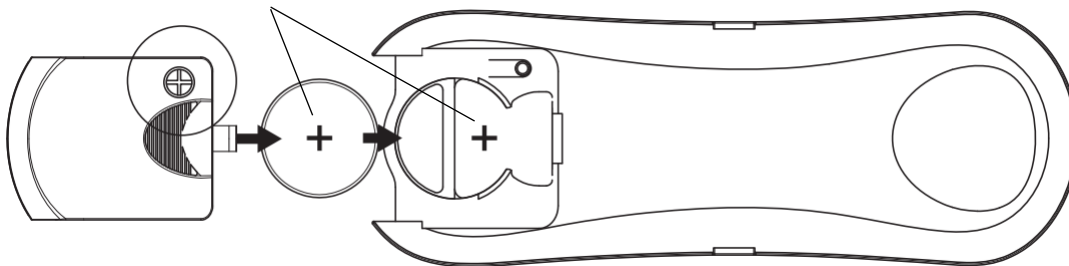

Fig. 10c
3. Installeer een nieuwe 3V CR2032 DC batterij in het batterijvak. Zorg ervoor dat de polariteit van de batterij correct is. (Fig. 10c)